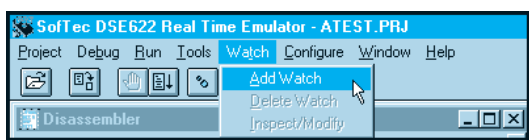
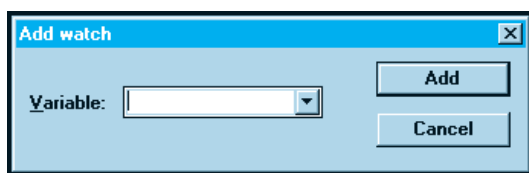

Fig.56 Aprite la fig.57 con Add Watch.
Fig.57 Per le variabili cliccate sulla freccia.
- Cliccate sulla scritta **Watch** e selezionate la scritta **Add Watch** (vedi fig.56) in modo da far apparire la finestra di dialogo visibile in fig.57.